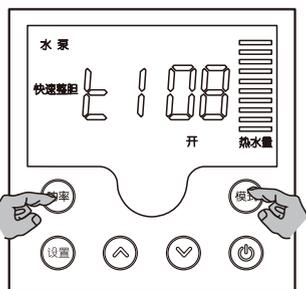

图 11
- ◆ 在开机状态下，同时长按“模式”和“功率”键十秒，水泵图标点亮，热水器进入到循环水泵功能，此时热水器以水泵默认温差运行。如图 11